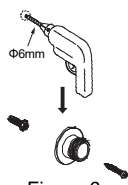

Figura 6
- Retire el tornillo de cobre y, a continuación, utilice la broca de $\Phi 6$ mm para realizar un agujero en el lugar marcado. Instale el tornillo de cobre (Figura 6).